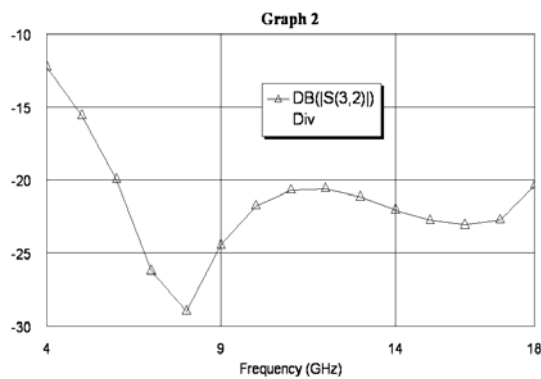

Рис. 5.64
1. Щёлкните левой кнопкой мышки по значку **Analyze** на панели инструментов. Результаты анализа отображаются на графике рис. 5.64.